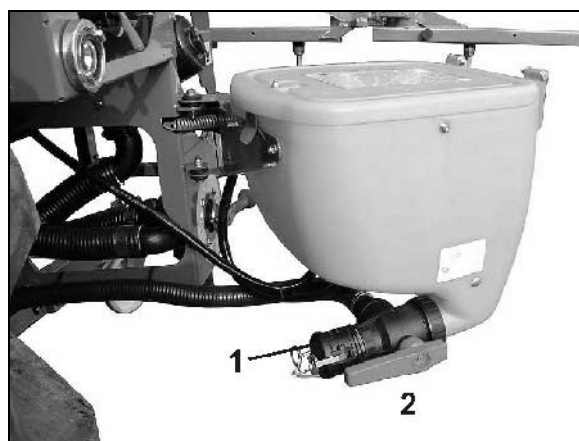

Fig. 109
7. Fjern hættten (Fig. 109/1) på skiftehanen opugning i indskylningsbeholder / sugetilslutning til sprøjtevæskebeholder. Drej skiftehanen (Fig. 109/2) i positionen "Sugetilslutning til sprøjtevæskebeholder".